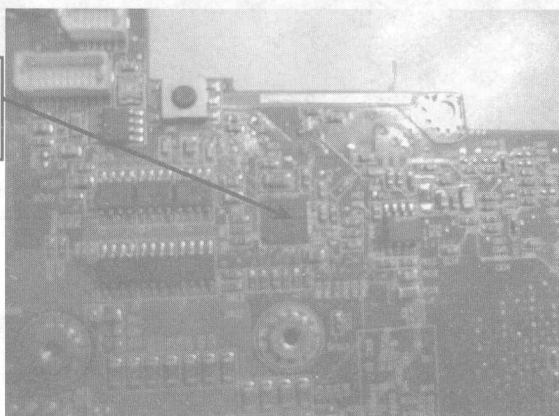

图 1-10
⑨ 测量 MAX1907 芯片的供电是否正常，此芯片采用 5V 供电，如图 1-10 所示。